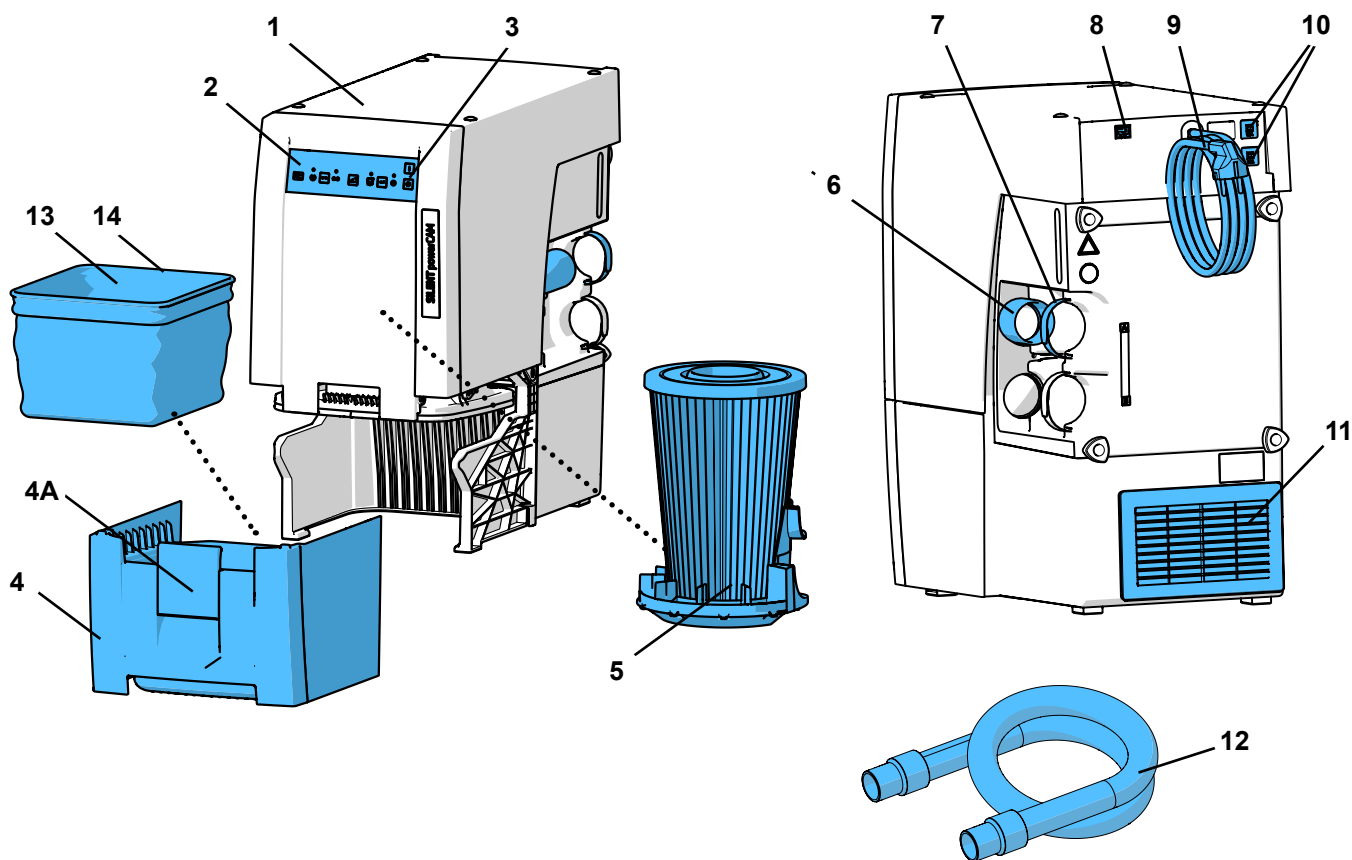

図1
- 集塵装置は、排気口(11, 図1)を妨げないように、設置してください。
- 外部排気装置 (A) (4.6章参照)。
- キャビネットの後壁に開口部 (B) を、排気口から直接の位置に250×120 mm以上のサイズで設けます(11、図1)。
- キャビネットの後壁 (C) を取り除き、キャビネット背面から壁までの間隔を少なくとも50 mm取ります。
- ⇒建物設置のコンセントに電源コード (9、図1) を差し込みます。